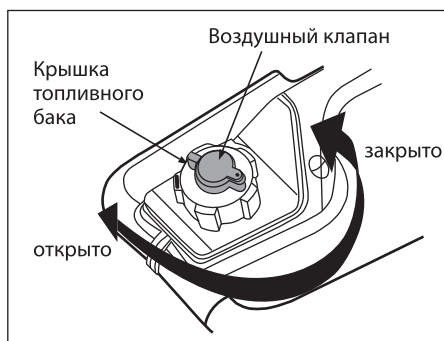

Рис. 9
7. Переведите воздушный клапан в положение «Открыто» (рис. 9).